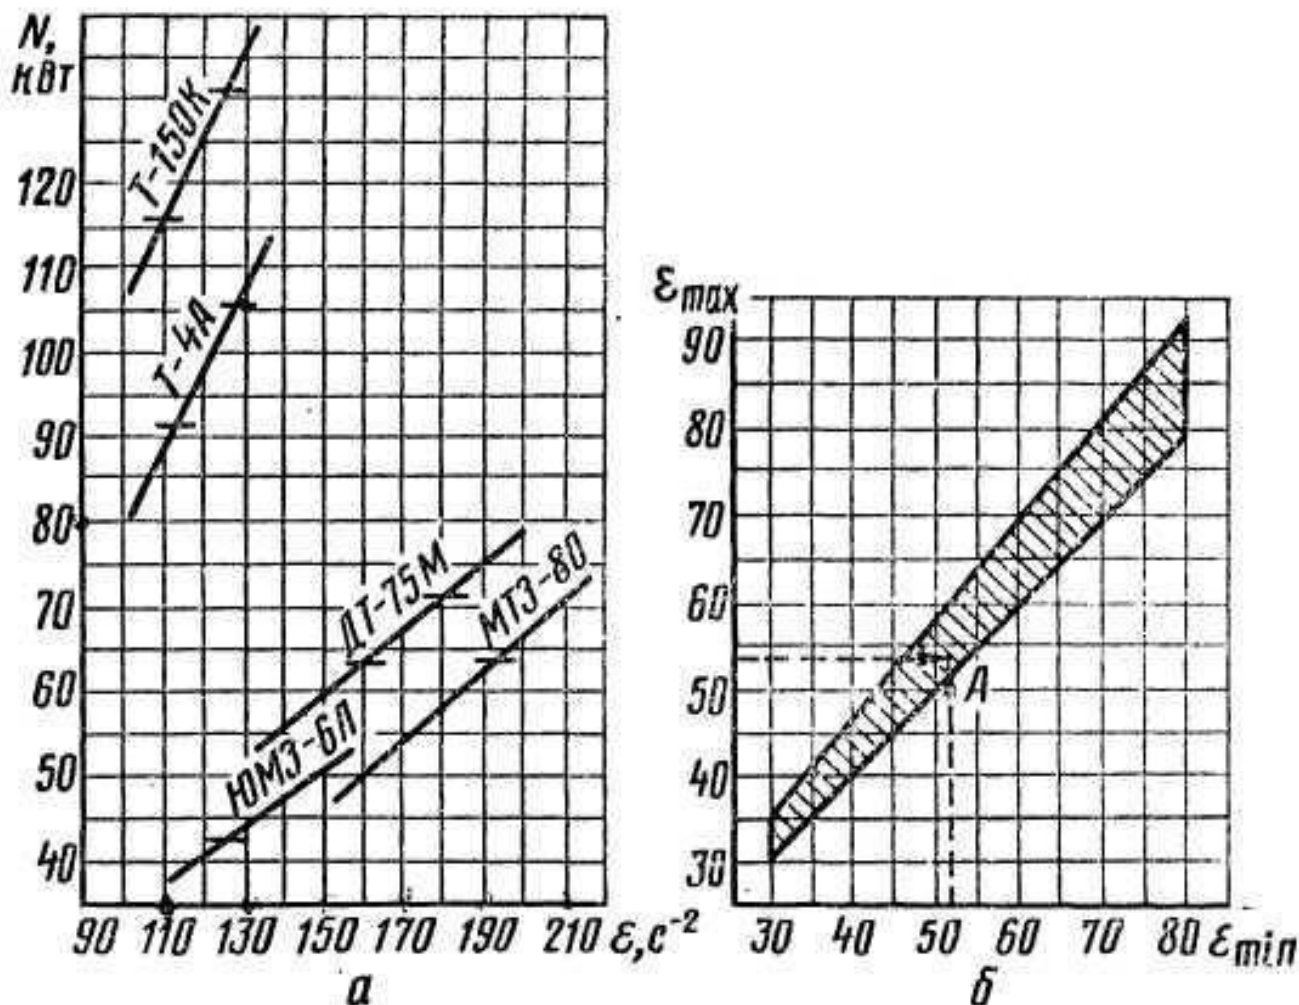

Рис.1. Номограма для визначення потужності двигуна
3.4. За номограмою (Рис. 1.) визначити потужність двигуна та порівняти з паспортним значенням. Зробити висновок про технічний стан дизельного двигуна.
Приклад користування номограмою: При діагностуванні двигуна СМД-62 приладом ИМД-Ц величина прискорення $\varepsilon=115\text{с}^{-2}$. З номограми для визначення потужності двигуна (рисунок 1а) при значенні прискорення $\varepsilon=115\text{с}^{-2}$ для трактора Т-150К знаходимо величину потужності двигуна, яка дорівнює 120кВт. Номінальна потужність двигуна СМД-62 становить 121,4кВт, а допустима потужність двигуна $0,95 \times 121,4 = 115,3\text{кВт}$.